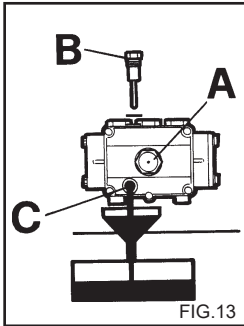

FIG.13
- 1) Skru opp drengskruen på undersiden av pumpen (fig. 13 C).